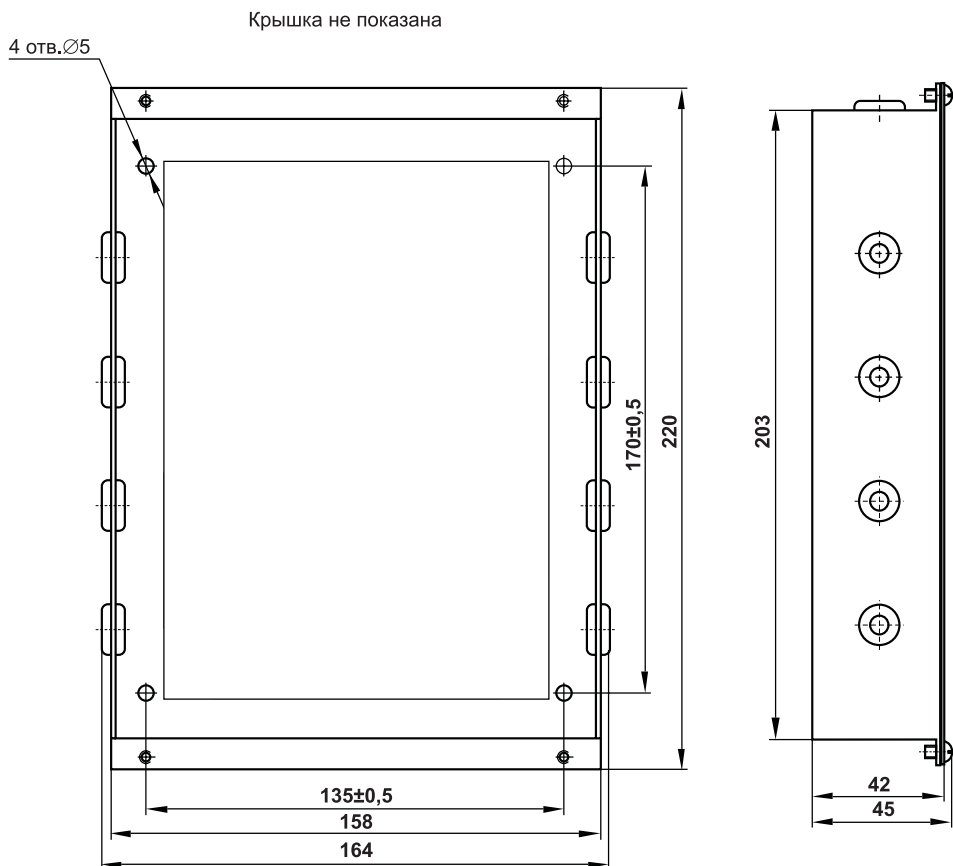

Рис.1. Габаритный чертеж адаптер блока вызова PERCo-DA-01.
5.2 Снимите крышку АБВ. В днище имеются 4 отверстия для крепления устройства (см. рис. 1).